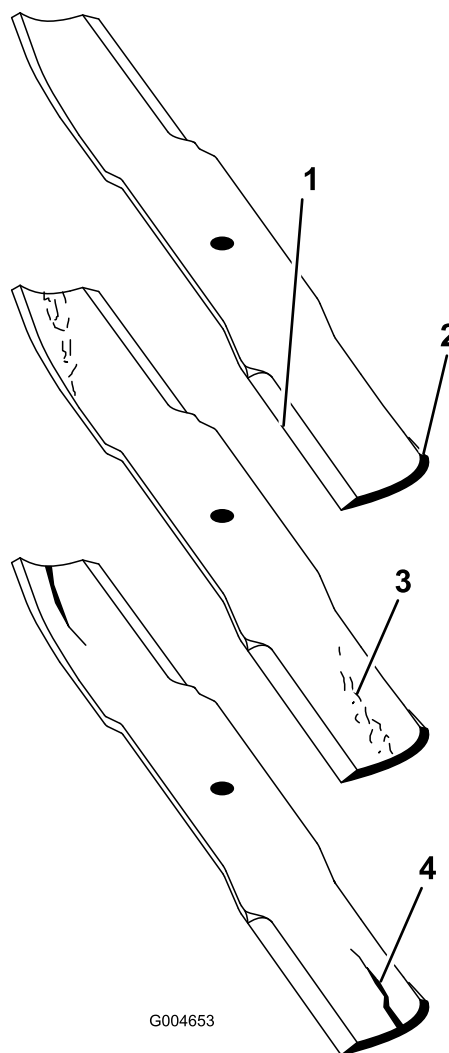

Figura 117
2. Verificate accuratamente i taglienti, con particolare attenzione ai punti d'incontro delle sezioni piatta e curva della lama (Figura 117).
Nota: Sabbia e materiali abrasivi possono consumare il metallo che connette le sezioni piatta e curva della lama, per cui si consiglia di controllare la lama prima di usare il tosaerba. Se notate dell'usura (Figura 117), sostituite la lama.